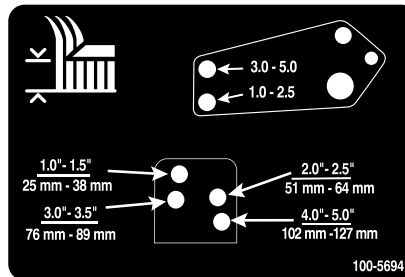

Bild 26
- 10. Fluchten Sie die Löcher des Stoßdämpferlenkers mit den ausgewählten Löchern in der Schnitthöhenhalterung am Mähwerkrahmen aus, setzen die Lastösenbolzen ein und bringen die Splinte an (Bild 26).